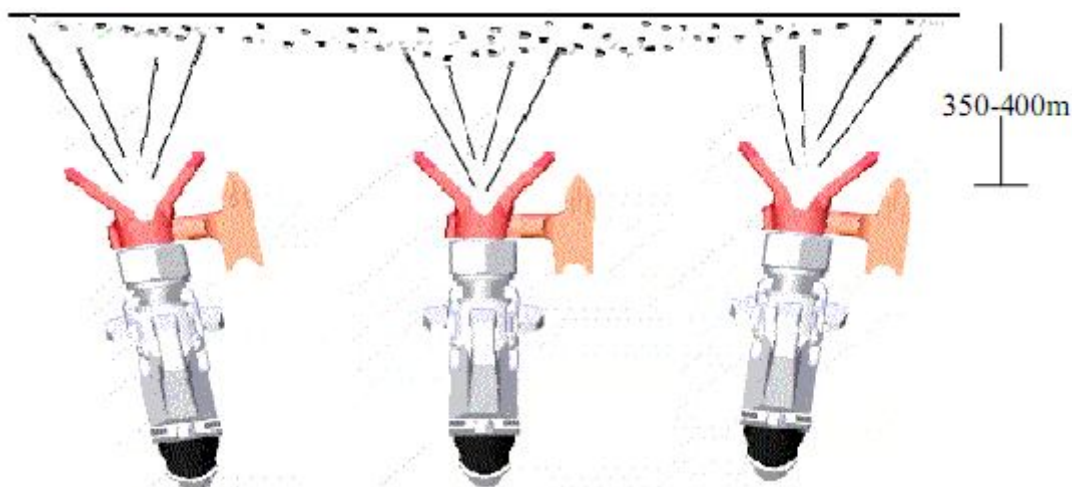

Рис. 4
1. Поддерживайте расстояние 350-400 мм между краскораспылителем и окрашиваемой поверхностью и держите краскораспылитель перпендикулярно к поверхности. (Рис. 4)